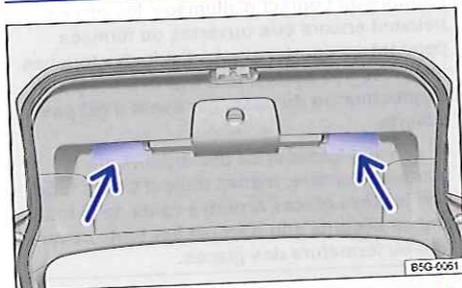

Fig. 38 Hayon ouvert : poignées concaves pour la fermeture
- Saisissez l'une des poignées concaves dans le revêtement intérieur du hayon → fig. 38 (flèche).